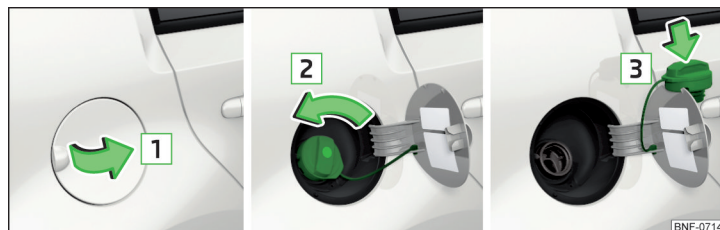

Fig. 133 Sådan klappes tankklappen op. / Sådan skrues tankdækslet ud. / Sådan sættes tankdækslet på tankklappen.
- Klap tankklappen op i pilens retning 1 » Fig. 133.